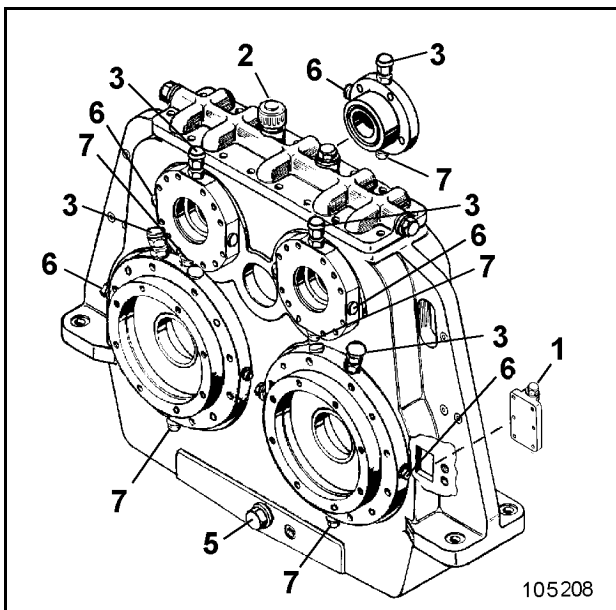

Fig. 3-99:
- ➔ Verschlußstopfen (6, Fig. 3-99:) herausdrehen.